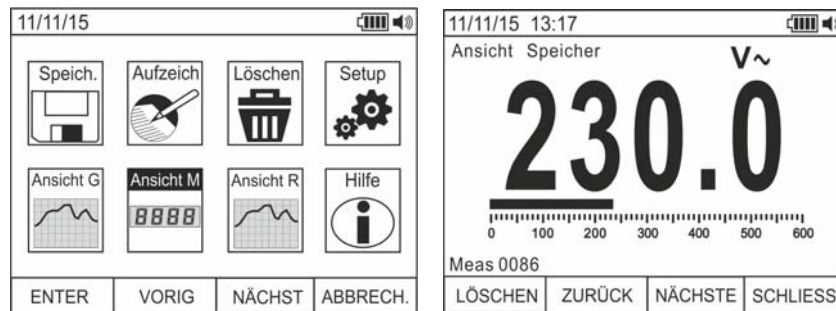

Abb. 19: Aufruf der Messungen (Snapshots) im Display
31. Benutzen Sie die **F2** oder **F3** Tasten zur Auswahl des Symbols "Siehe M" und drücken Sie die **F1** Taste (siehe Abb. 19 – linker Teil).
32. Benutzen Sie die **F2 (VORIG)** oder **F3 (NÄCHST)** Tasten zur Auswahl der gewünschten Messung die im Speicher des Gerätes abgespeichert wurden (siehe Abb. 19 – rechter Teil). Der Name der Messung wird rechts im Unterteil des Displays angezeigt.